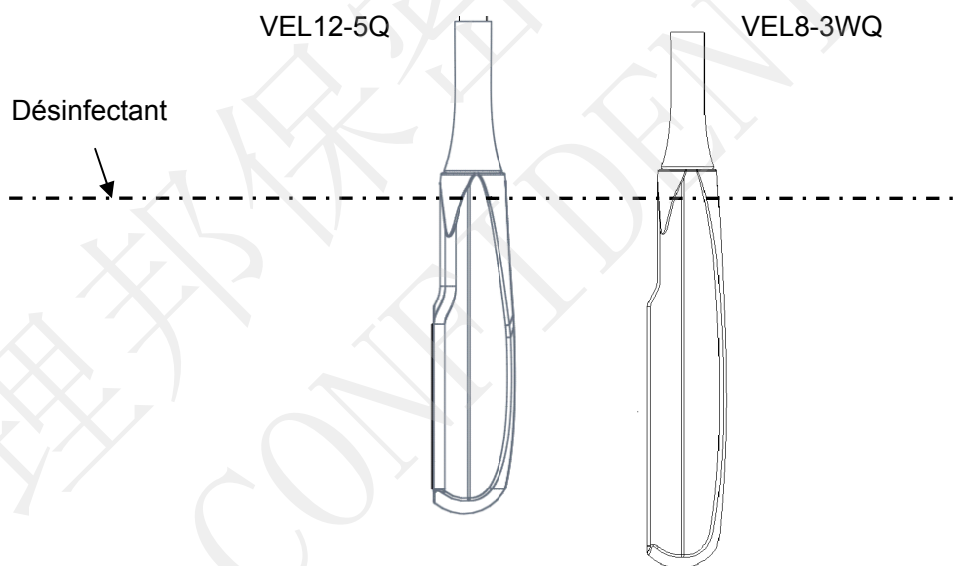

Figure 6-3 Profondeur du transducteur immergé dans un produit désinfectant
5. Placez le transducteur, une fois nettoyé et sec, en contact avec le désinfectant (reportez-vous à la figure 6-3 pour repérer la zone de contact) pendant la durée indiquée par le fabricant du désinfectant. Par exemple, le temps de contact recommandé par le fabricant pour un trempage dans du Cidex Glutaraldéhyde (2,4 %) est d'au moins 45 min.
7. La zone de contact avec le patient doit être immergée dans la solution en utilisant la méthode par immersion sans dépasser la profondeur indiquée à la figure 6-3.